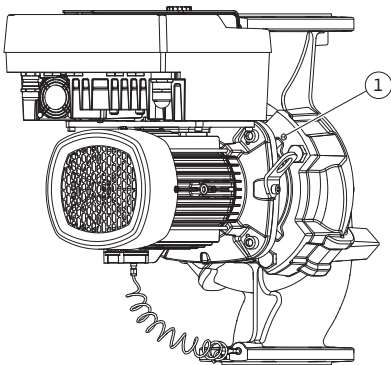
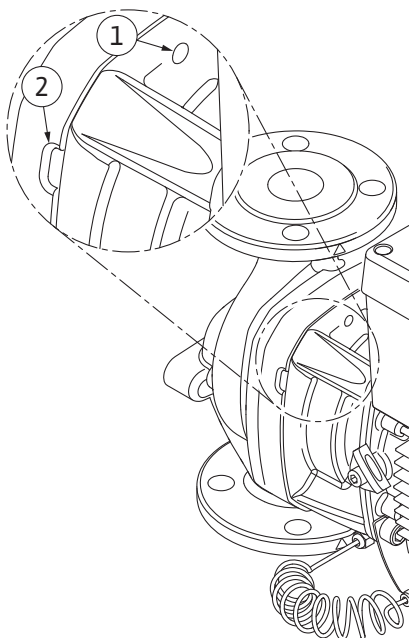

Fig. 98: Abdrücken des Einstecksatzes über Gewindebohrungen
Fig. 99: Gewindebohrungen und Schlitz zum Abdrücken des Einstecksatzes vom Pumpengehäuse
12. Für Pumpentyp (Fig. III) die Schrauben Pos. 29 lösen. Die daneben liegenden zwei Gewindebohrungen (Fig. 98, Pos. 1) nutzen und geeignete bauseits bereitgestellte Schrauben (z. B. M10 x 25 mm) verwenden. Einstecksatz vom Pumpengehäuse abdrücken. Für Pumpentyp (Fig. I und Fig. II) die zwei Gewindebohrungen M10 (siehe Fig. 99) nutzen und geeignete bauseits gelieferte Schrauben verwenden (z. B. M10 x 20 mm). Zum Abdrücken können auch die Schlitze (Fig. 99, Pos. 2) verwendet werden. Dazu z. B. zwei Schraubendreher ansetzen und als Hebel verwenden. Nach ca. 15 mm Abdrückweg wird der Einstecksatz nicht mehr im Pumpengehäuse geführt.